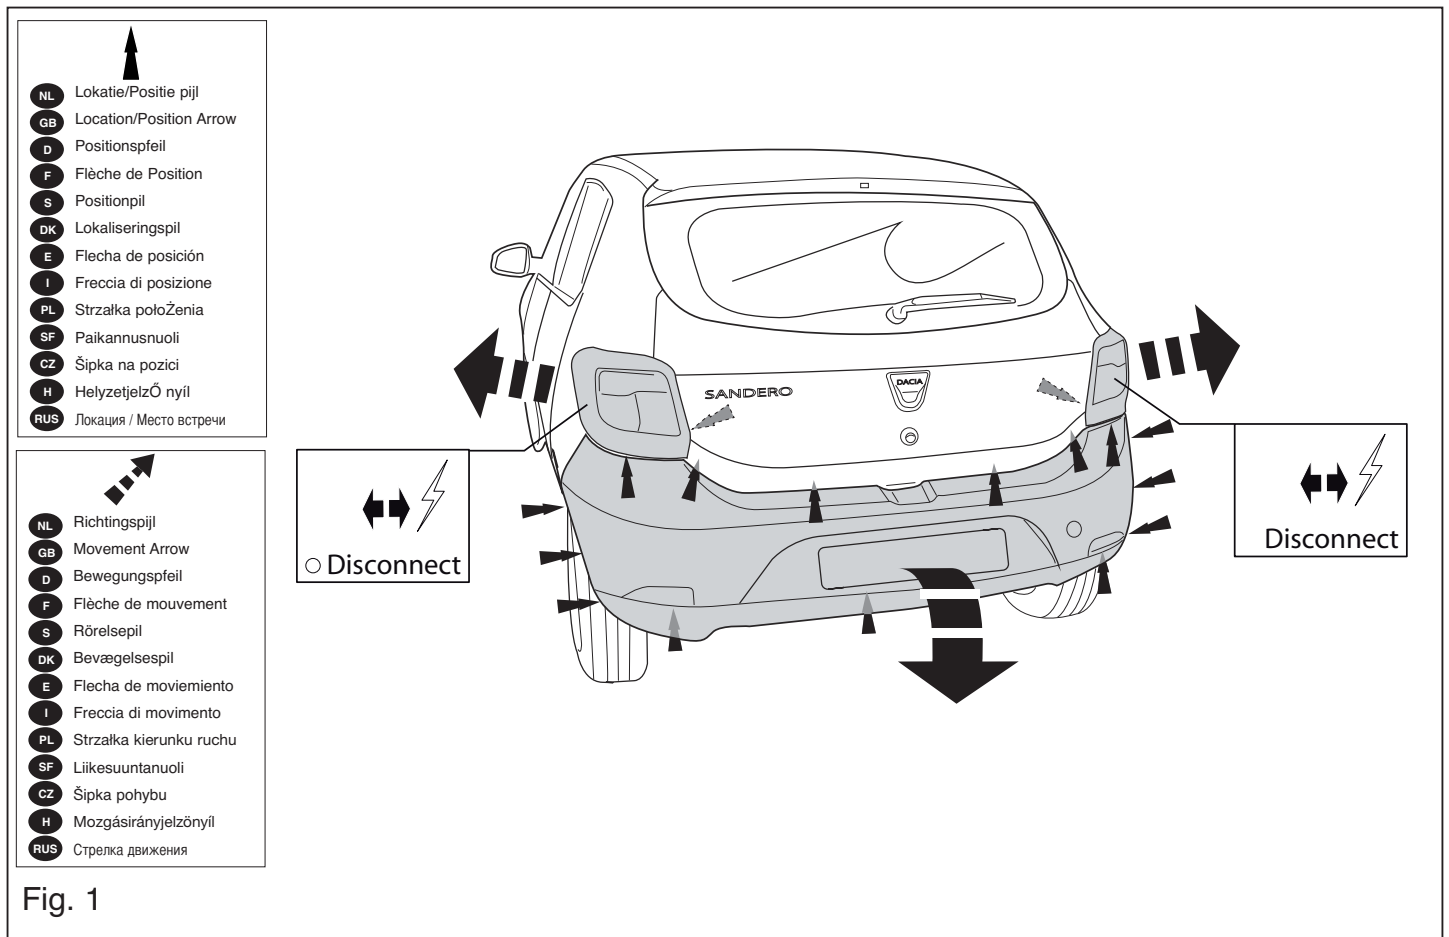

Fig. 1
1. Demonteer de achterlichten en bumper. Zie fig. 1.
1. Dismantle the rear-lights and the bumper. (see fig. 1).
1. Rücklichter und Stoßstange abmontieren. (Siehe Abb.1).
1. Déposer les feux arrière et le pare-chocs. (Voir fig. 1).
1. Demontera bakljusen och stötfångaren. Se fig. 1.
1. Demonter baglysene og kofangeren. fig. 1 .
1. Снять задние фары и бампер. (См рис. 1).